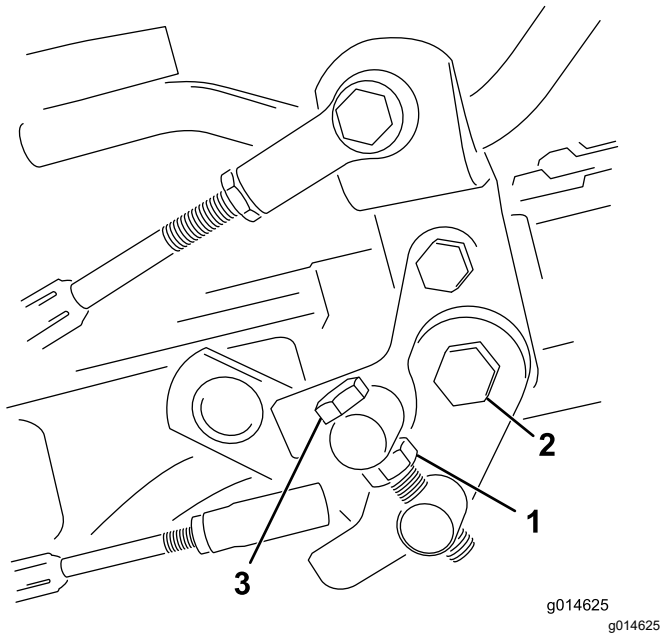

Bild 40
1. Lösen Sie die Klemmmutter an der Drehzapfenkopfschraube (Bild 40).
4. Ziehen Sie die Klemmmutter an der Drehzapfenkopfschraube und die Mutter am Pedalgelenk fest, um die Einstellung zu arretieren (Bild 40). Prüfen Sie die Einstellung und nehmen Sie ggf. eine weitere Einstellung vor.